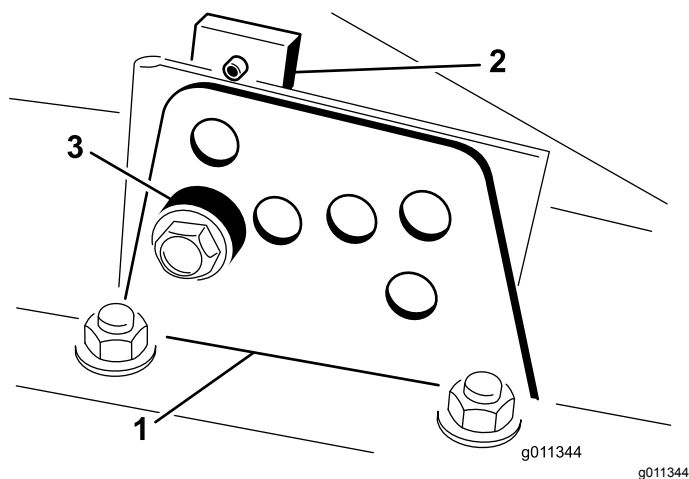

Рисунок 19
2. Ослабьте болт, который крепит каждый кронштейн высоты скашивания к пластине регулировки высоты скашивания (с передней и боковых сторон), как показано на Рисунок 19.
4. Удерживая камеру, снимите проставку (Рисунок 19).